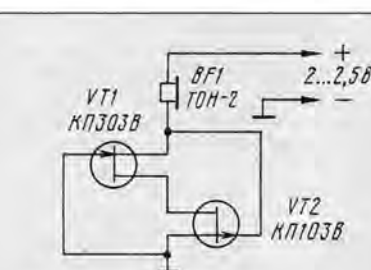

Рис. 6
**Звуковой сигнализатор.** Если в предыдущем генераторе вместо катушки индуктивности включить электромагнитный звуковой излучатель, скажем, капсюль сопротивлением 1600 Ом от головных телефонов ТОН-2, получится звуковой сигнализатор (рис. 6). Частота генерации находится в пределах 800...1200 Гц, что близко к частоте механического резонанса капсюля, на которой получается наиболее громкое звучение излучателя.